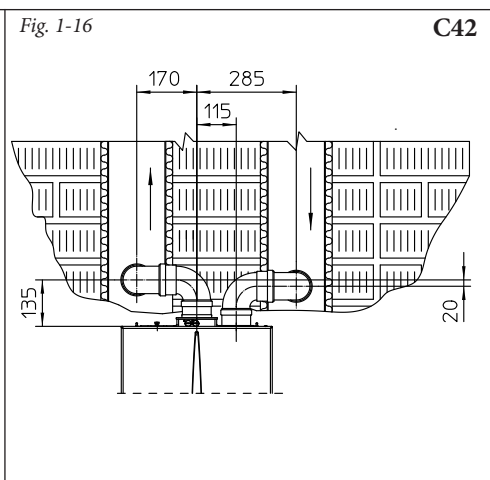

Fig. 1-16
- Spațiul necesar pentru instalare (Fig. 1-16). În figură este prezentat spațiul minim ocupat de kit-ul terminal cu conducte separate Ø 80/80 în anumite condiții limită.